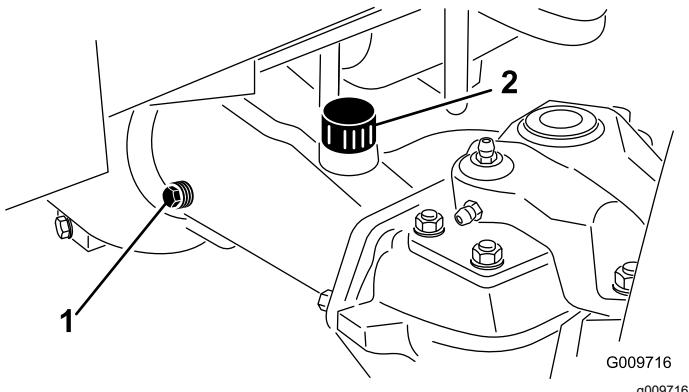

图 69
2. 从轴的 1 端取出检查塞 图 69 确保油向上直至孔的底部。如果油位过低请取出加注塞 图 69 添加足够的油直至油位达到检查塞孔的底部。